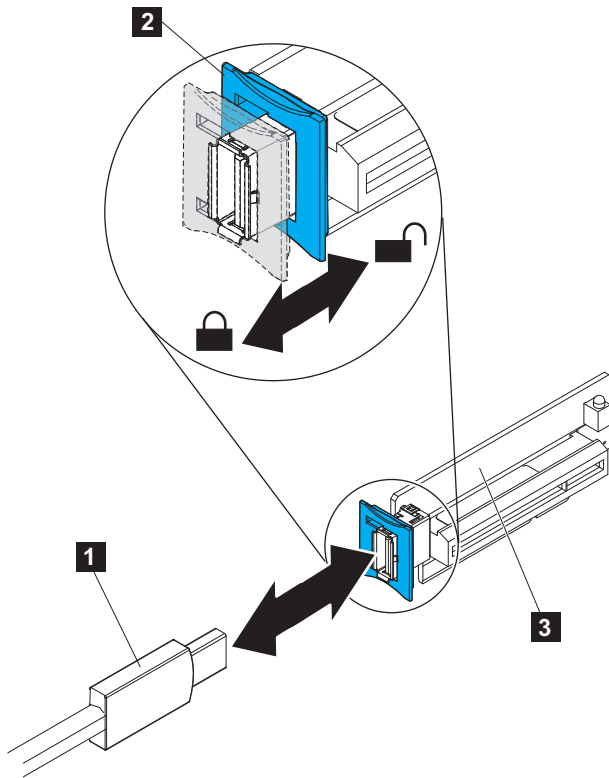

図 78. USB ライザー・カード上の USB サービス・コントローラーのケーブル・コネクタ
- c. 青色ロック・バー (103 ページの図 78 の 2) をつかみ、USB ライザー・カード・アセンブリー (3) の方向にスライドさせてアンロック位置にし、コネクターから USB ケーブル (1) を取り外します。
- b. USB サービス・コントローラー・ケーブル（図 78 の **1**）を USB ライザー・カード・アセンブリ（**3**）のコネクタに位置合わせし、しっかり収まるまでコネクタに押し込みます。